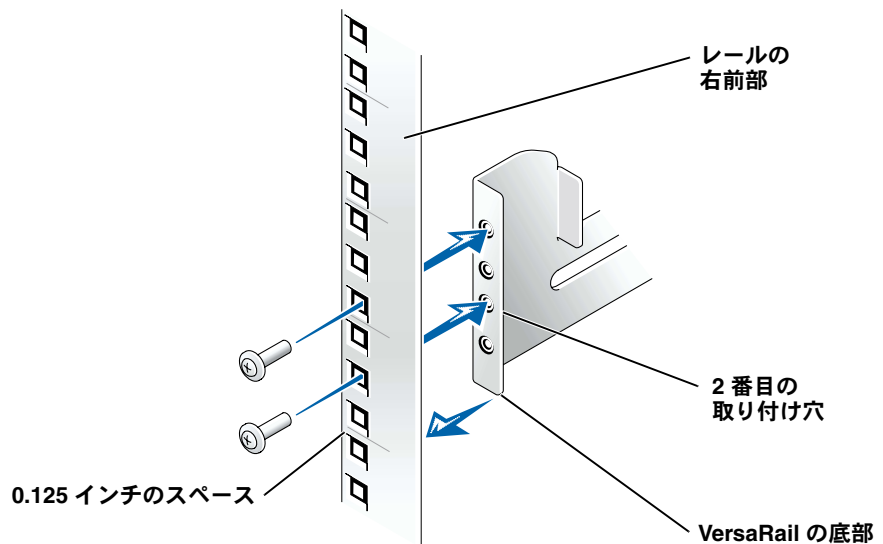
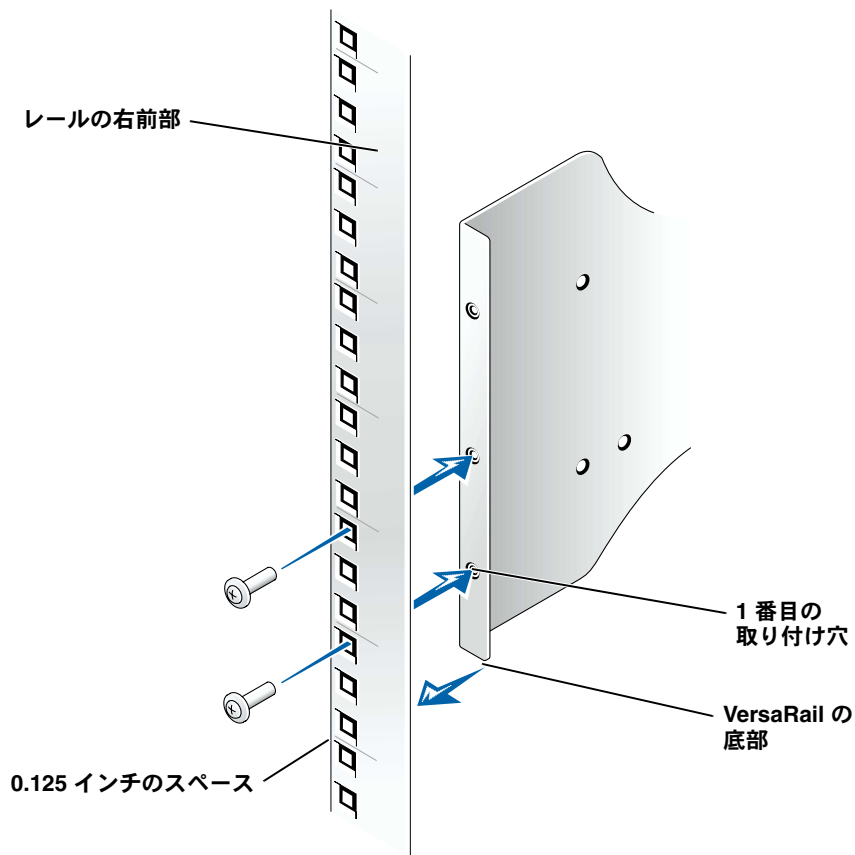

図 5-1. VersaRail と前部垂直レールとの位置調整および取り付け (2U システム)
図 5-2. VersaRail と前部垂直レールとの位置調整および取り付け (4U システム)
2. VersaRails の取り付け用フランジは、ラックの前部垂直レールの内側に置きます。VersaRail の底部とラックの前部垂直レールの位置を垂直レールから 0.125 インチのスペースの場所に合わせます。(2U システムの場合は図 5-1、4U および 7U システムの場合は図 5-2 を参照してください)。
3. 2 本のプラスネジを使って、VersaRail の前部をラックに固定します (2U システムの場合は図 5-1、4U および 7U システムの場合は図 5-2 を参照してください)。
メモ：図 5-1、図 5-2 で示されているように、取り付け穴にネジを差し込み、VersaRail の前部がラックに固定されていることを確認してください。VersaRail の 2 番目と 4 番目の取り付け穴にネジが差し込まれ、2U システムがラックに固定されています。VersaRail 底部の 1 番目と 2 番目の差し込み穴にネジが差し込まれ、4U および 7U システムがラックに固定されています。